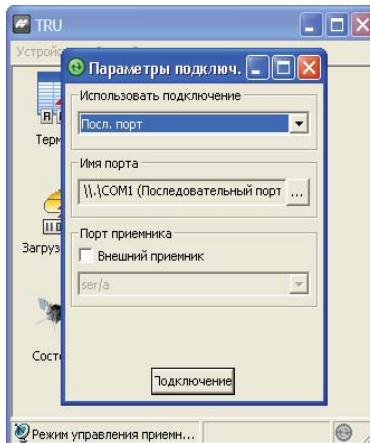

Рис. 3-16. Параметры соединения
6. Нажмите **Подключение** (Рис. 3-16).